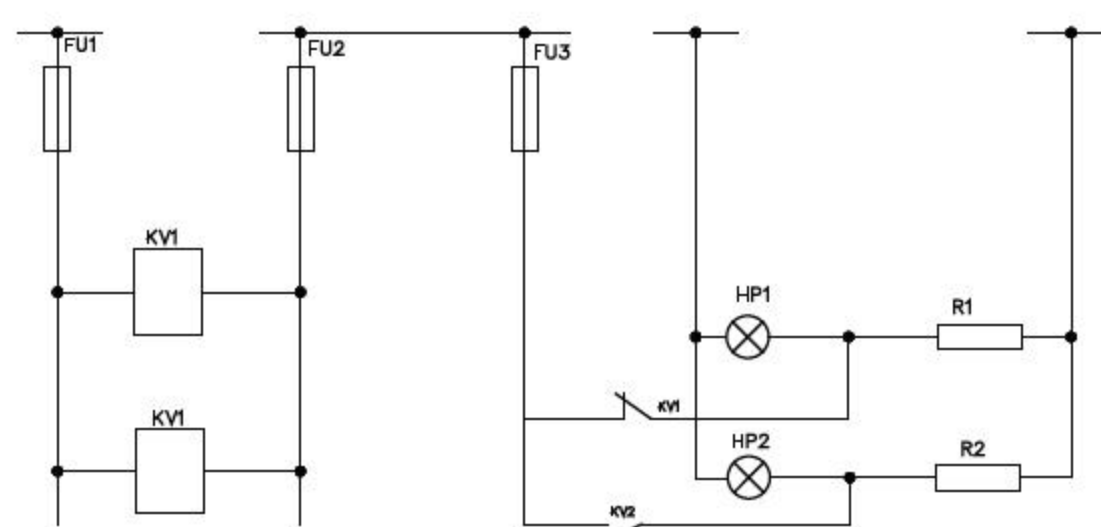

图9-87 布置块
- 02 选择菜单【插入】|【块】命令，插入连接点块，如图9-87所示。